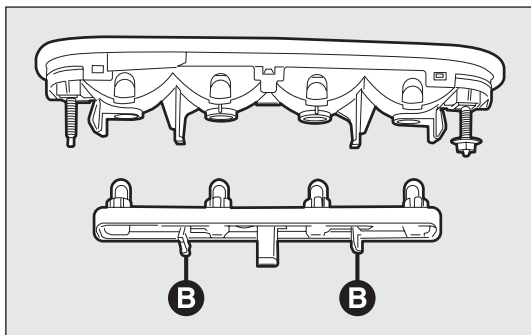

fig. 202
- druk de lippen B-fig. 202 naar elkaar en verwijder de lamphouder;